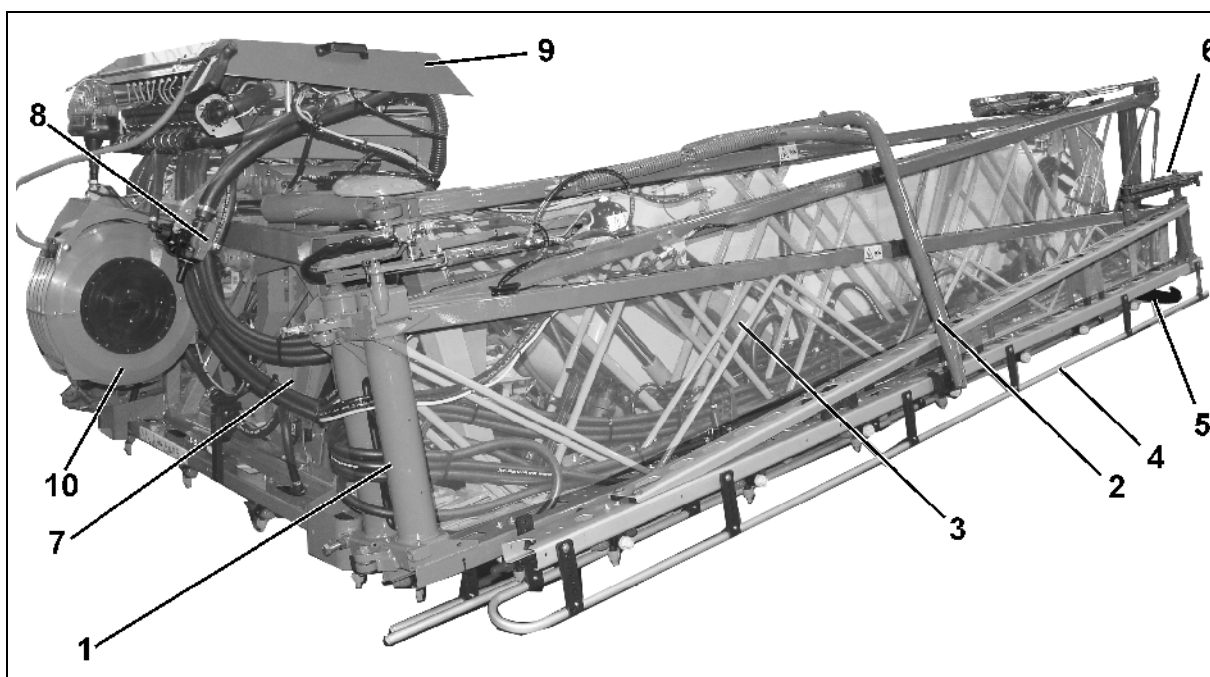

Fig. 95
| | (9) Armătură timonerie, vezi Fig. 95. |